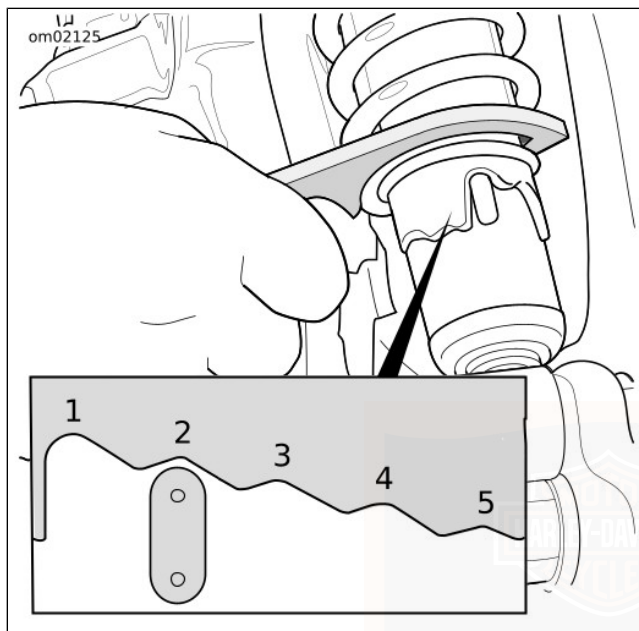

Figure 13. Réglage de la précharge de l'amortisseur
Voir Figure 13. Ne pas tourner la came de précharge de la position cinq (5) à la position une (1) ou de la position une (1) à la position cinq (5).